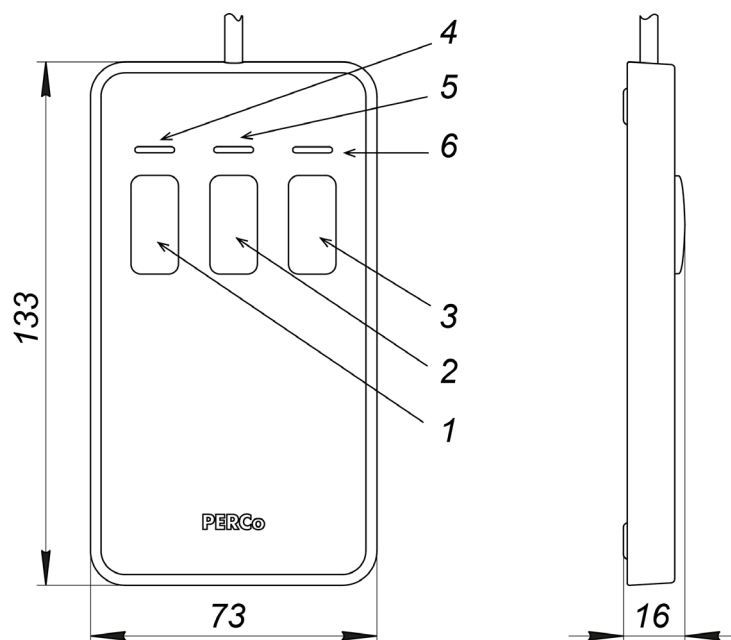

Рисунок 4. Общий вид и габаритные размеры ПДУ
ПДУ (12) выполнен в виде небольшого настольного прибора в корпусе из ударопрочного АБС пластика. ПДУ предназначен для подачи команд оператором при ручном режиме управления турникетом. Общий вид ПДУ показан на рис. 4.